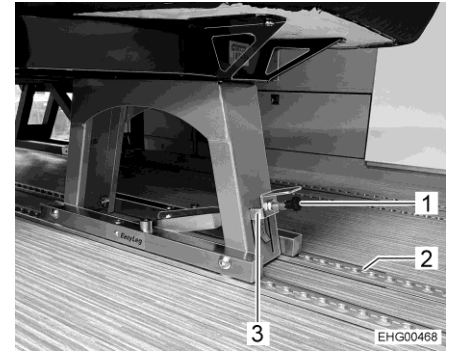

Fig. 4 Siège individuel (blocage ouvert)
- Une fois que le siège individuel/la banquette double est mis en place dans le rail (Fig. 4,2) ou déplacé jusqu'à la position désirée : Tirer la poignée (Fig. 4,1) vers l'avant.
- **Pousser l'étrier métallique (Fig. 4,3) vers le bas.**